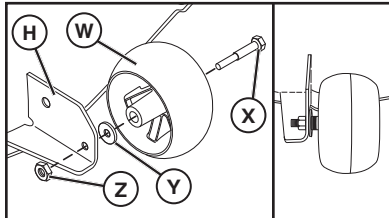

Fig. 5
**2. ARME LA RUEDA CALIBRADORA DELANTERA (W) EN LA PARTE DELANTERA DE LA CORTADORA DE CÉSPED (Vea Fig. 5)**